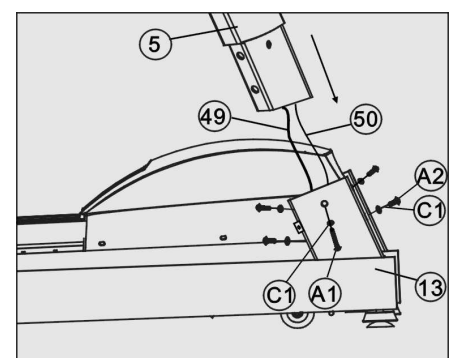

Figure 2
- A. Trek de draden (49., 50) door de rechter verticale buis naar beneden (zie afbeelding 2).